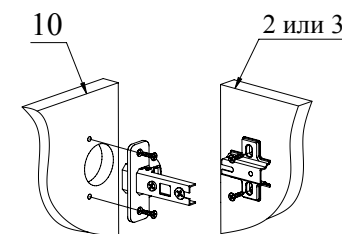

Рис.7
7. При помощи шурупов 3,5x16 закрепите петли на дверь (деталь 10), а при помощи евровинтов — ответные планки петель на детали 2 или 3 (в зависимости от расположения двери) (Рис. 7).